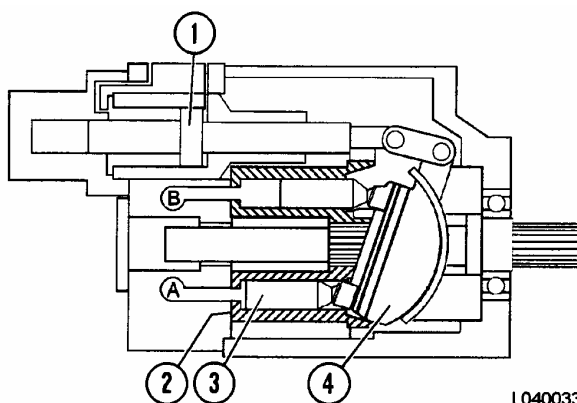

FIGURA 4-12. BOMBA A VOLUMEN LLENO
El pistón de control (1, Figura 4-12) controla el ángulo del bloque de sujeción (4). Cuando el pistón de control se mueve a la posición completamente a la derecha, la bomba está en su capacidad máxima de bombeo.